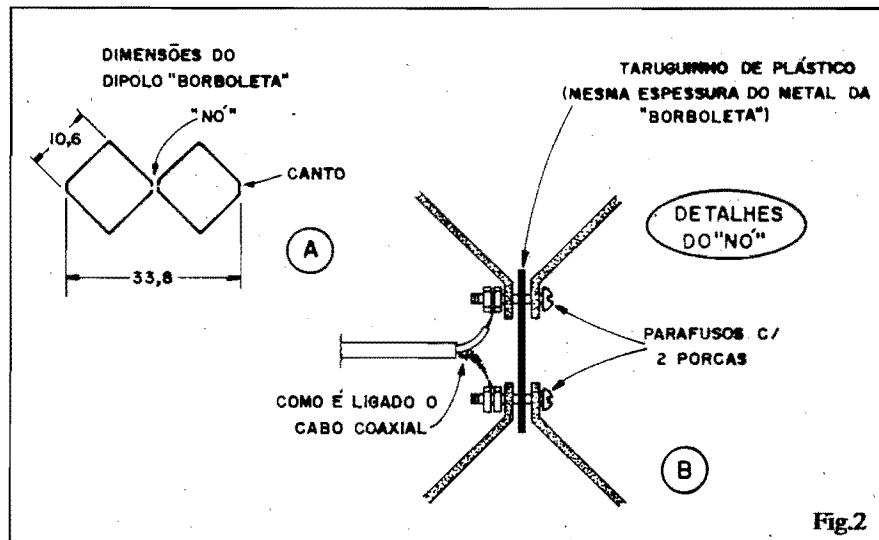
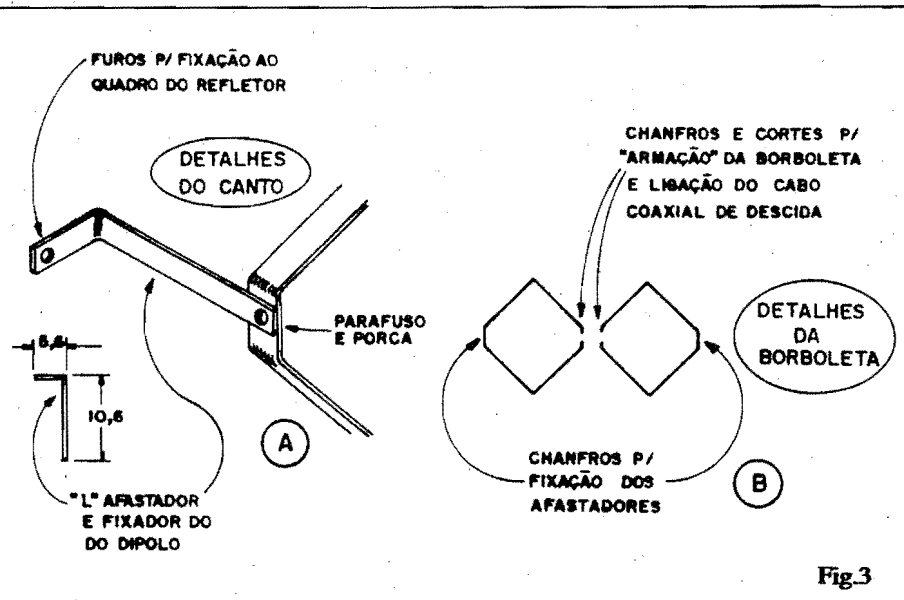

Fig.2
Fig.3
- **FIG. 2** - Terminado o quadro/refletor, podemos passar à confecção do elemento **dipolo** (o real "captador" da antena...), cujo formato e dimensões gerais são mostrados em 2-A. Olhando-se de frente o conjunto, a figura assemelha-se a uma "gravata borboleta" formada por dois quadrados (10,6cm. de lado) alinhados pelas suas diagonais, de modo a assumir um comprimento total de 33,8 cm. Dois pontos da estrutura são fundamentais na confecção da antena: o "NÓ" (centro ou "emenda" do conjunto de quadrados) e os "CANTOS" ("pontas" laterais dos dois quadrados). A fig. 2-B mostra os detalhes do "NÓ"... Na verdade, os dois quadrados (cada um um **dipolo**, conforme explicaremos mais adiante...) devem ser separados por um taruguinho isolador (plástico, vidro, cerâmica, etc.) que ficará "ensanduichado" entre as arestas (chanfradas e cortadas) dos quadrados, fixando-se o ponto com dois parafusos não muito curtos (cada um com **duas** porcas, com mostra a figura). Os
dois quadrados devem ser feitos também de metal (ferro ou - melhor - alumínio...) **chato**, com largura de 1 a 1,5 cm. **UMA DICA:** para a obtenção do material, tanto do quadro/refletor quanto da "borboleta", uma fonte prática são as oficinas que confeccionam e instalam "boxes" de banheiro, e que lidam com diversos perfis de alumínio (a nossa antena poderá ser feita com alguns simples "retalhos" ou sobras sem utilidades, do material normalmente usado em tais oficinas - "de repente" o Leitor pode obter o material até "no peito", com uma boa conversa...). Ainda na fig. 2-B antecipamos o método usado para conexão do **cabo de descida** (coaxial - 75ohms) da antena, cujas ligações serão feitas entre as porcas de "fixação" e as "extras" de cada um dos dois parafusos que estruturam o "NÓ" da antena...
- **FIG. 3** - Reportando-nos aos detalhes da fig. 2, mostramos agora outro ponto importante: como é feito o acabamento dos cantos da "borboleta" e sua fixações aos afastadores (que servem para dimensionar a distância da "borboleta" ao quadro/refletor, e também para prendê-la a este...). Esses afastadores (fig. 3-A) devem ser feitos com o mesmo metal **chato** (ferro ou alumínio) usado na formatação da "borboleta" (1 a 1,5 cm. de largura, qualquer espessura...), determinando um "L" com medidas de 10,6 cm. (no